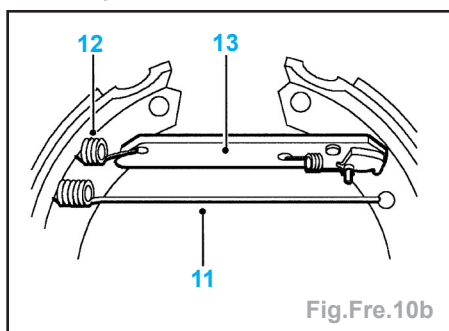

Fig.Fre.10b
- Dégager le câble de frein à main du levier du segment de frein (8)
- Manoeuvrer l'ensemble du segment autour du cylindre et le déposer (9).
- Détacher le ressort de rappel supérieur du segment primaire et déposer le ressort (11) (Fig.Fre.10b).